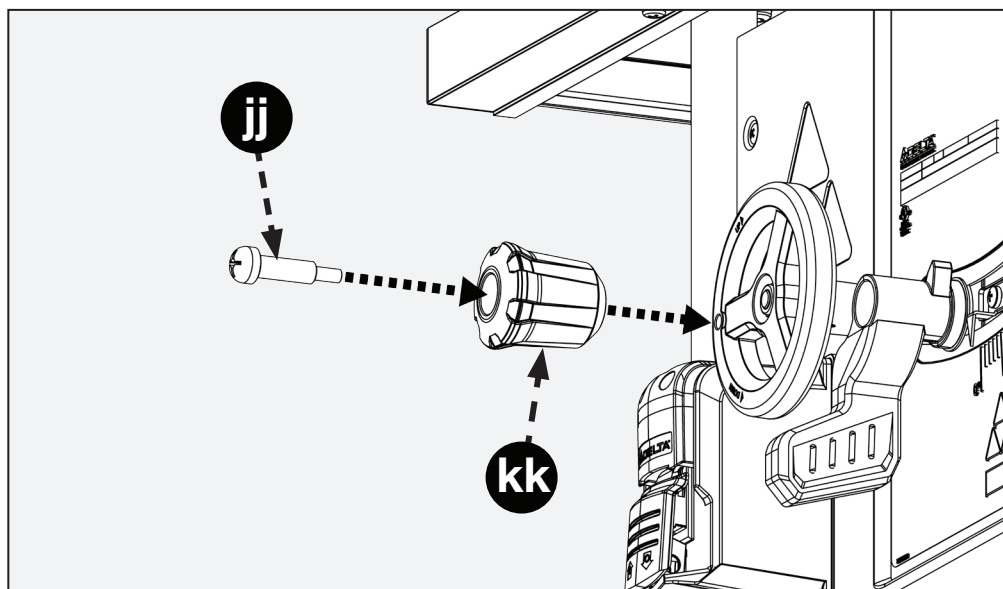

FIGURE 17
1. Insérer la vis à épaulement de la poignée de la roue (jj) dans le bouton de réglage de hauteur de la roue (kk), tel qu'illustré à la figure 17.
Après avoir installé le bouton de réglage de hauteur comme indiqué à la figure 17, lever l'ensemble du moteur/mandrin à la position la plus haute pour fournir un accès facile au levier de verrouillage du couteau diviseur et de l'ensemble du mandrin.